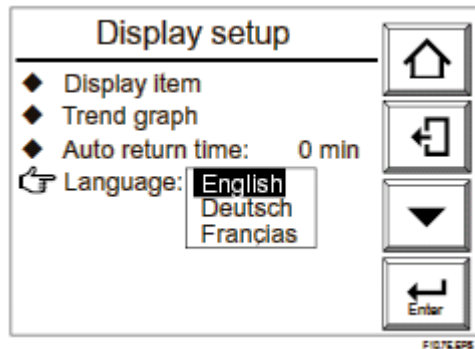

图 10.7 显示设置显示
- (1) 在基本面板上按设置键到显示执行/设置显示。然后在执行/设置显示中选择维护。
- (2) 从维护面板上选择显示设置。
- (3) 从显示设置显示中选择语言。语言显示如图 10.7 所示。